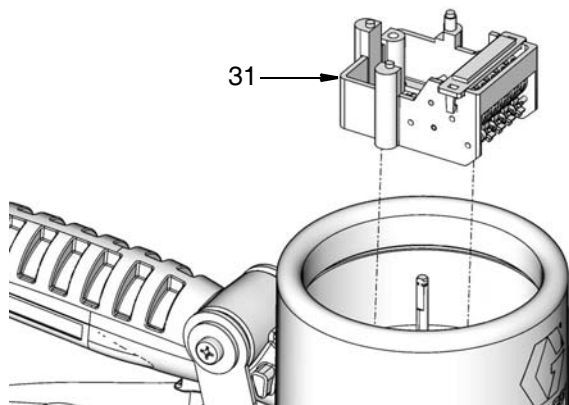

FIG. 19
- Déposez tout l'ensemble du compteur (31) (FIG. 19).